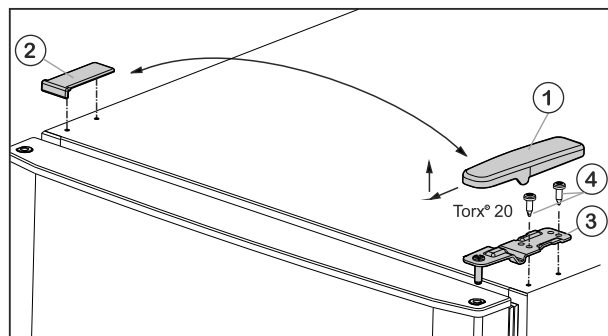

Fig. 6
- ▶ Wyjąć osłonę Fig. 6 (1) do przodu i do góry.
- ▶ Podnieść osłonę Fig. 6 (2).
- ▶ Odkręcić górną płytkę zawiasu Fig. 6 (3) (2 razy Torx® 20) Fig. 6 (4) i wyjąć ją do góry.
- ▶ Włożyć w drzwi górną płytkę zawiasu Fig. 6 (3) po nową stronę zawiasów.
- ▶ Dokręcić górną płytkę zawiasu (**z siłą 4 Nm**) (2 razy Torx® 20) Fig. 6 (4). Ewentualnie użyć wkrętarci akumulatorej.
- ▶ Założyć osłonę Fig. 6 (1) od zewnątrz odpowiednio po przeciwległej stronie i zażebić.
- ▶ Założyć osłonę Fig. 6 (2) od góry odpowiednio po przeciwległej stronie i zażebić.